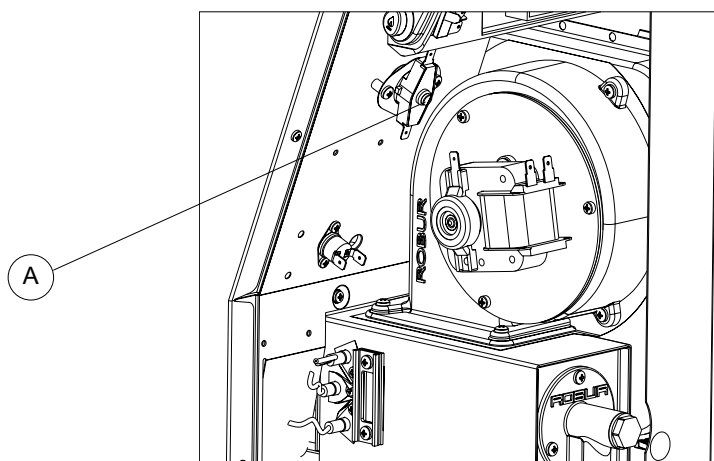
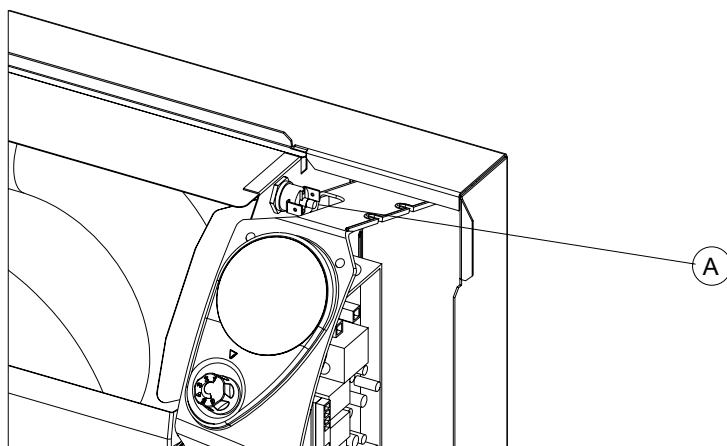

Figura 24 – Tasto di reset termostato di sicurezza nei modelli 51, 52 e 42
Figura 25 – Tasto di reset termostato di sicurezza nel modello 41
- C) **Caso di surriscaldamento:** se durante il funzionamento il ventilatore si arresta, o si verifica l'ostruzione dell'uscita superiore dell'aria calda, interviene il termostato di sicurezza che toglie alimentazione elettrica alla elettrovalvola, interrompendo il flusso di gas al bruciatore. Per ripristinare il funzionamento attendere una decina di minuti circa affinché la temperatura si abbassi, **togliere tensione**, togliere il mantello e riarmare l'apparecchio premendo il tasto di reset posto sul termostato di sicurezza all'interno della macchina (vedi riferimento A di Figura 24 o di Figura 25). Qualora si ripettesse l'inconveniente nell'arco di breve tempo si renderà necessario l'intervento da parte del personale tecnico.